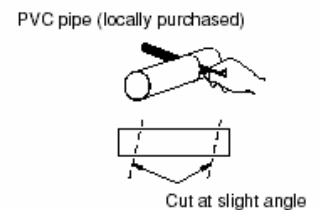

Fig. 9
(4) Avant de percer le trou, mesurer l'épaisseur du mur et découper un tube PVC en biais dans lequel passera la liaison. (Figure 9)